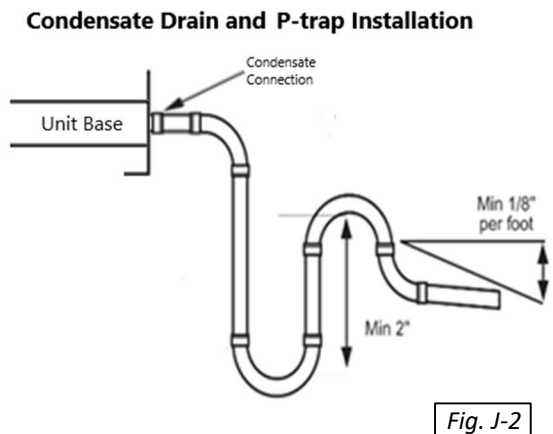

Fig. J-2
- Inclinez la conduite d'évacuation des condensats d'au moins 1/8" par pied linéaire et soutenez le tuyau avec des supports approuvés par le code au moins tous les 5 pieds (voir Fig. J-2).